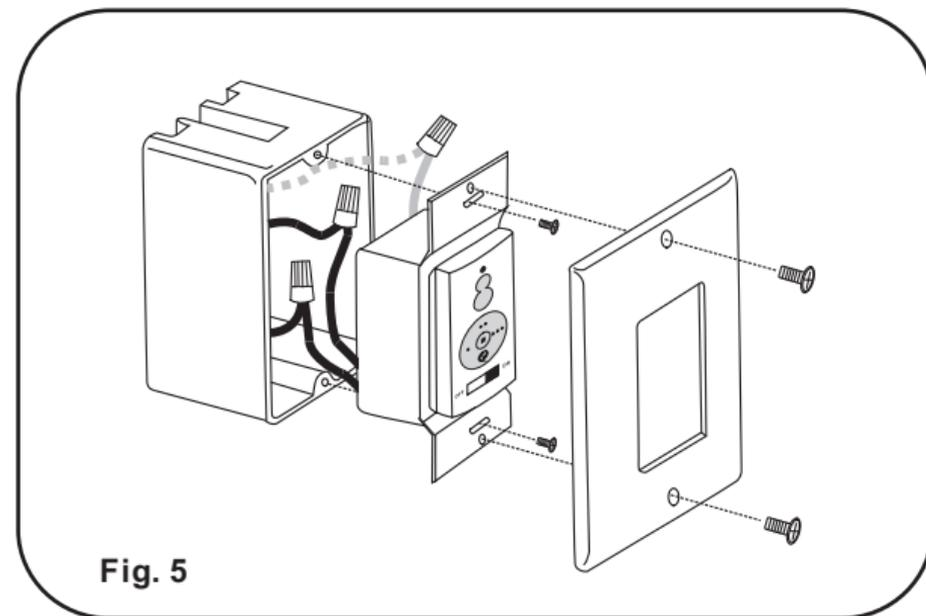

Fig. 5
Paso 3. (Fig. 5) Cuidadosamente meta las conexiones dentro de la caja de distribucion. Asegure el transmisor con los dos tornillos proveidos. Instale la cubierta decorativa y asegurela con los dos tornillos proveidos.